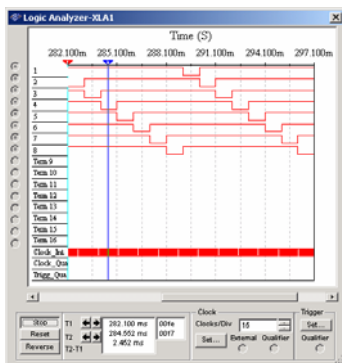

图 5-75 逻辑分析仪显示逻辑电路功能
6) 字发生器有关参数设定完毕后，再把逻辑分析仪接到电路的输出端上，进行仿真。如图 5-75 所示逻辑分析仪上显示的波形很好地反映了 76138 的逻辑特性。